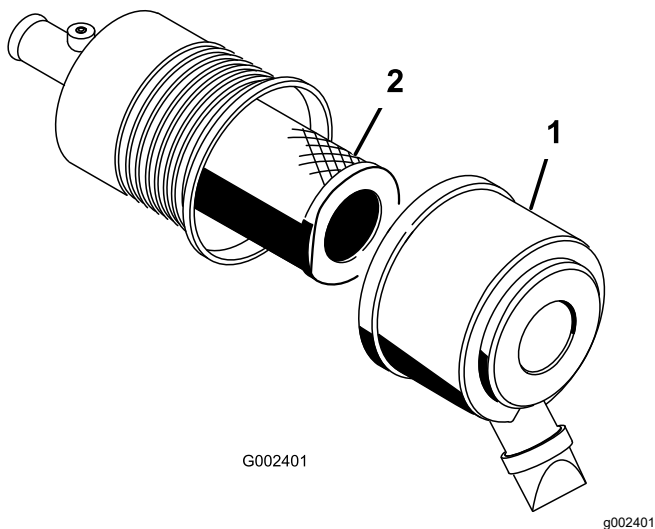

Figura 33
1. Liberte os trincos do filtro de ar e puxe a tampa para fora do corpo do filtro (**Figura 33**).
3. Deslize suavemente o filtro para fora do corpo do filtro (**Figura 33**).
5. Deslize cuidadosamente o filtro sobre o tubo do corpo (**Figura 33**).
6. Instale a tampa do filtro de ar com o lado virado para cima e prenda os trincos (**Figura 33**).